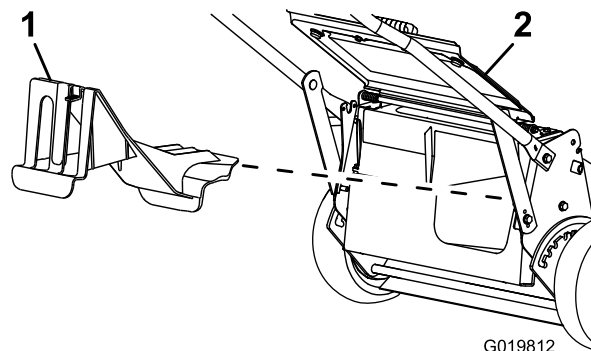

Рисунок 24
- Если не установлена задняя выпускная пробка, возьмите ее за рукоятку, поднимите задний отражатель и вставьте ее в желоб заднего выброса, пока защелка не зафиксируется на месте, см. Рисунок 24.
2. Нажмите большим пальцем на фиксатор задней выпускной пробки и снимите пробку (Рисунок 24).